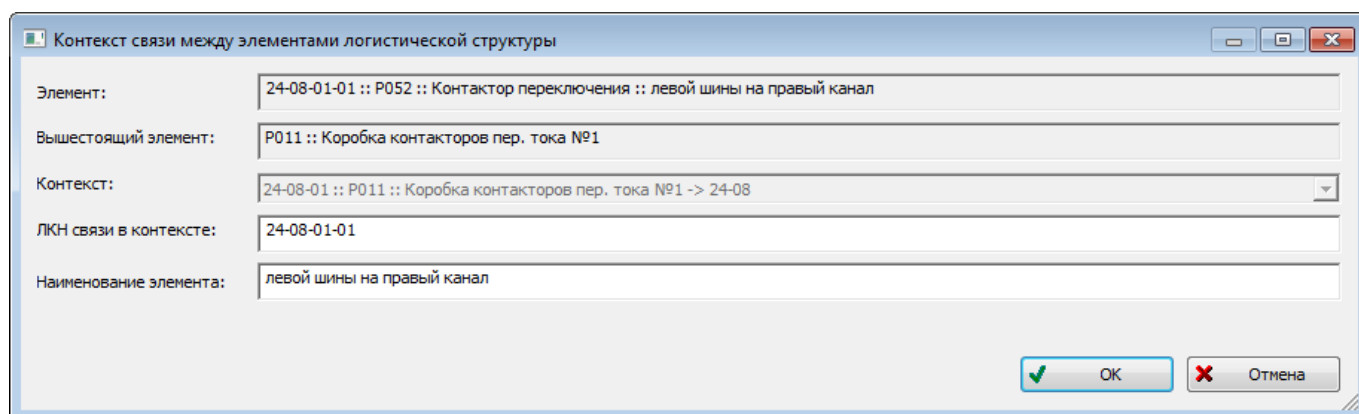
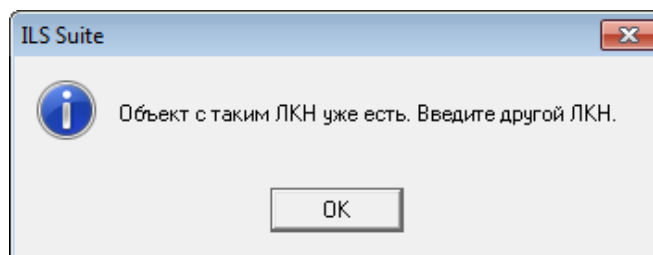

Рис. 10-22 – Диалоговое окно «Контекст связи между элементами логистической структуры»
Рис. 10-23 – Сообщение об ошибке, если введенное значение ЛКН не уникально
2) открыто диалоговое окно «Контекст связи между элементами логистической структуры» (рис. 10-22). В окне приведены следующие сведения:
3) отредактировать значение в поле «ЛКН связи в контексте:» (см. рис. 10-22). Это значение должно быть уникальным в БД (атрибут «ЛКН элемента»);
4) отредактировать значение в поле «Наименование элемента:», если необходимо (см. рис. 10-22);
5) нажать на кнопку «ОК» (см. рис. 10-22). Если в поле «ЛКН связи в контексте:» было задано не уникальное значение, будет открыто информационное окно с сообщением
об ошибке (рис. 10-23). Нажать на кнопку «ОК» для закрытия окна. Ввести корректное значение ЛКН (см. рис. 10-22);
Следует иметь в виду, что контекст связи в окне «Контекст связи между элементами логистической структуры» (см. рис. 10-22) задают только для выбранного элемента ЛСИ. Автоматически задание контекста связи не распространяется для его дочерних элементов. Значения ЛКН для дочерних элементов будут одинаковы для всех вхождений выбранного